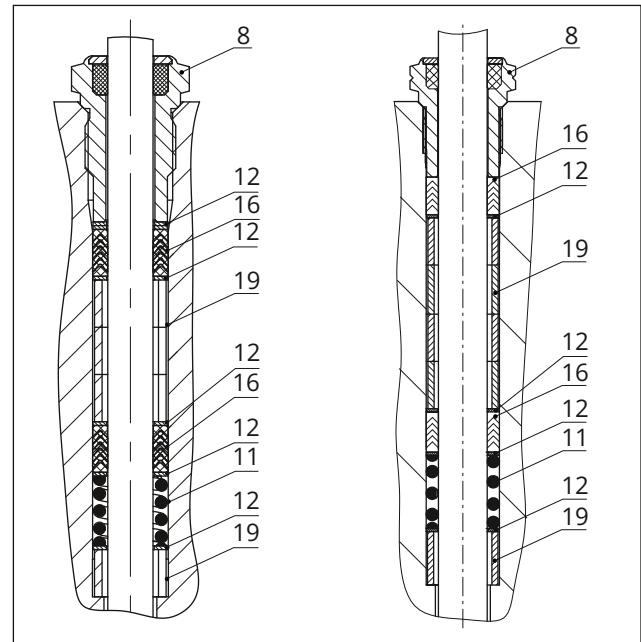

Fig. 25 : Garniture de presse-étoupe standard :
12. Insérer avec précaution les pièces du presse-étoupe dans leur logement à l'aide d'un outil approprié en les faisant passer par-dessus la tige de clapet. Veiller à les remonter dans le bon ordre, cf. Fig. 25.
13. Enfoncer le clapet (5) dans le siège (4). Fixer alors la bride (2) à l'aide des écrous de corps (14). Serrer progressivement les écrous de corps en diagonale. Respecter les couples de serrage prescrits.
14. Visser le fouloir (8) jusqu'en butée. Respecter les couples de serrage prescrits.
15. Placer l'arcade (3) sur la bride (2) et la fixer fermement à l'aide de l'écrou à frapper (92).
16. Visser légèrement le contre-écrou (10) et l'écrou d'accouplement (9) sur la tige de clapet.
14. Visser le foulard (8) jusqu'en butée. Respecter les couples de serrage prescrits.